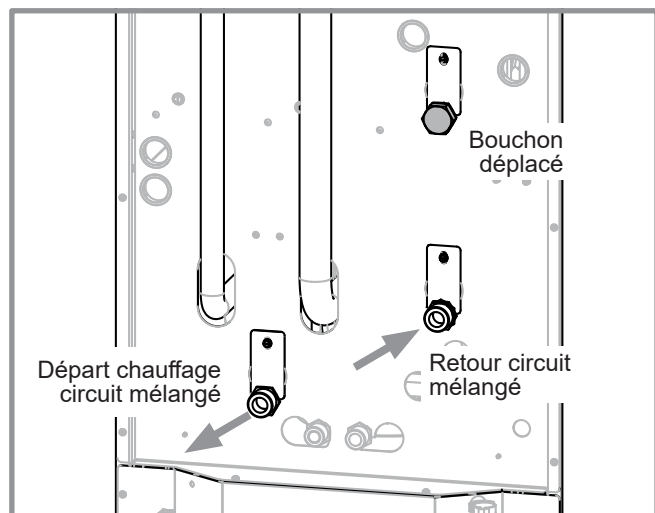

figure 4 - Configuration 1 seul circuit plancher chauffant
- Configuration 1 seul circuit plancher chauffant : Boucher le retour circuit direct en utilisant le bouchon monté d'usine sur le retour circuit mélangé (figure 4).